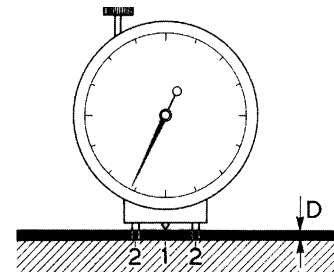

Abb. 4
Messung des Höhenunterschiedes (D) zwischen nasser Anstrichoberfläche und Untergrund durch den von Hand verstellbaren Taster (1) einer mit zwei Füßen (2) durch die nasse Schicht auf den Untergrund aufgesetzten Messuhr (Abb. 4).